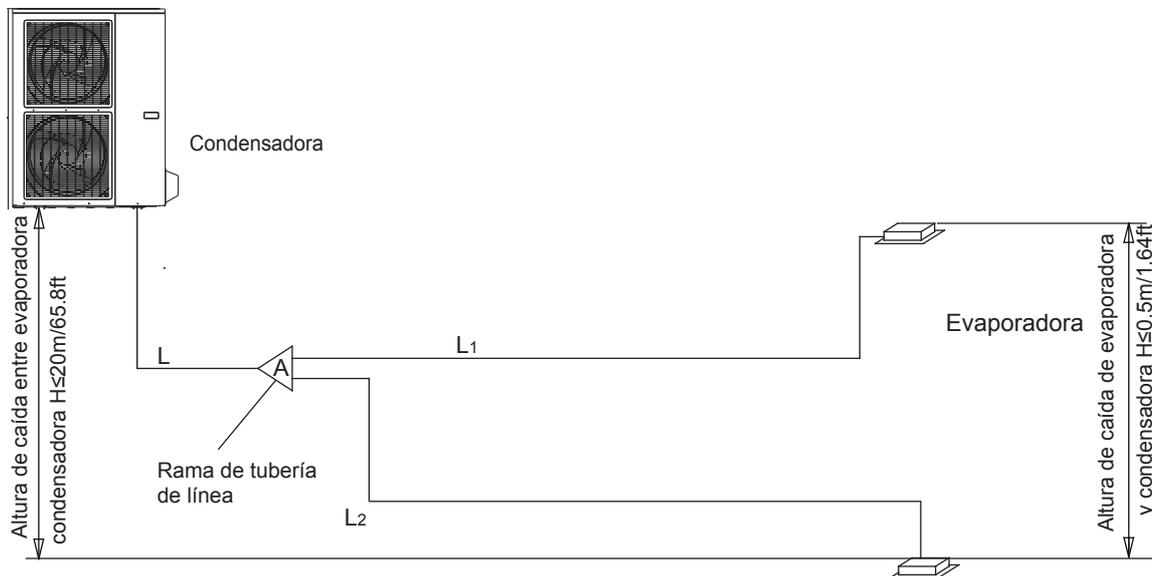

Fig.8-1
- Corte un tubo con un cortador. (consulte Fig.8-1)